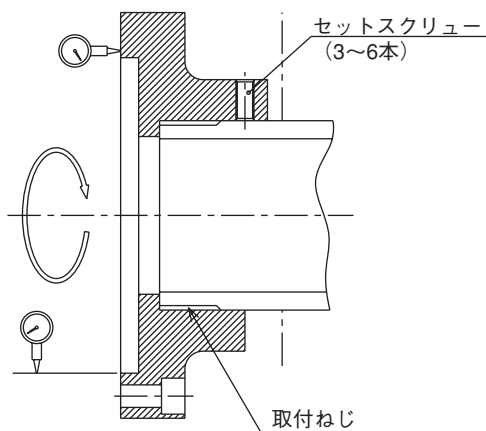

図10 シリンダアダプタの振れ測定
- シリンダアダプタの面振れ及びピンローの振れは0.005mm以下にして取付ること。（図10）
○シリンダアダプタの緩み止めのセットスクリーを必ず設けてください。（図10）